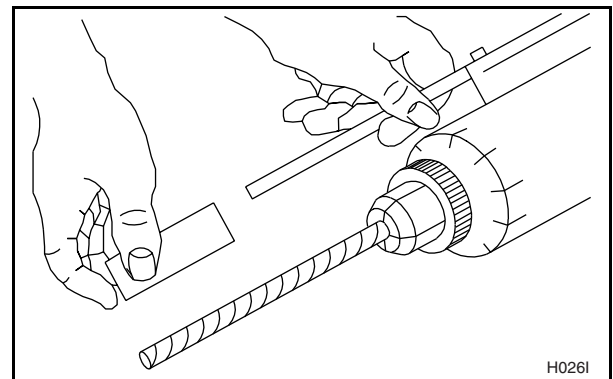

Figura 16
4. Ajuste el medidor de profundidad del taladro en 65 mm (2-9/16 pulgadas). Vea la Figura 16.